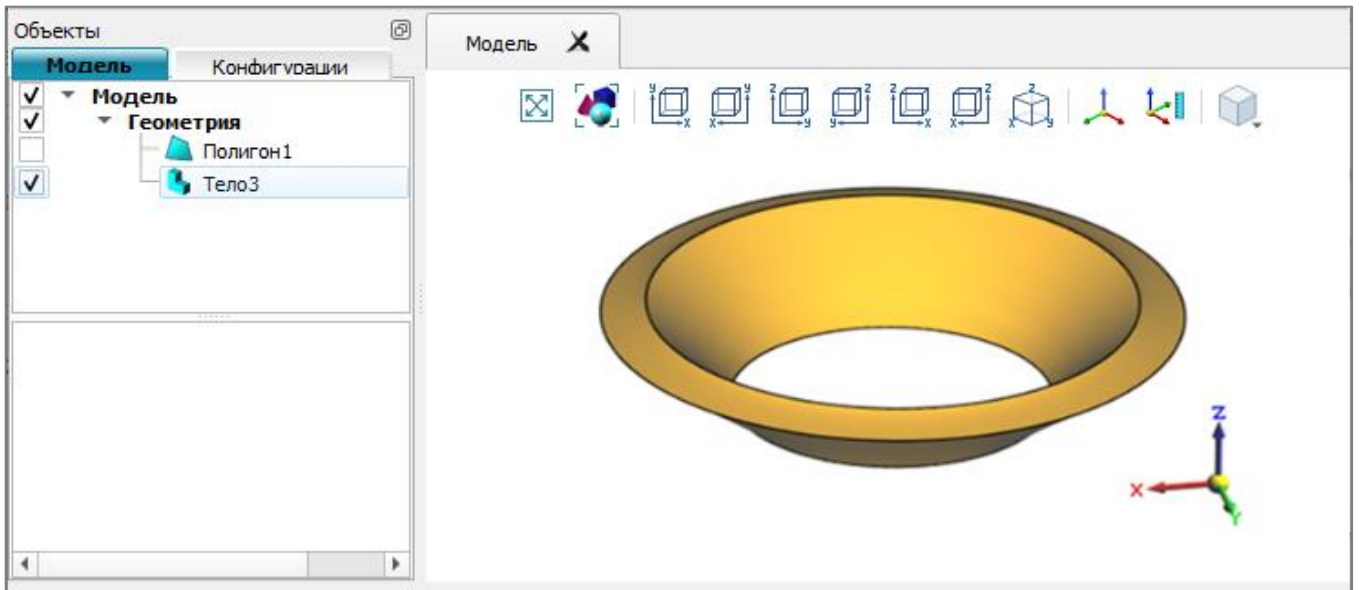

Рис. 21
3) нажать кнопку «Создать». В результате выполнения операции будет создан объект *Тело* (рис. 21).